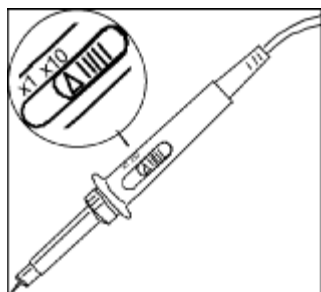

图 1-6
- ①. 用示波器探头将信号接入通道 1 (CH1)：将探头上的开关设定为 10X (图 1-6)，并将示波器探头与通道 1 连接。将探头连接器上的插槽对准 CH1 同轴电缆插接件 (BNC) 上的插口并插入，然后向右旋转以拧紧探头。